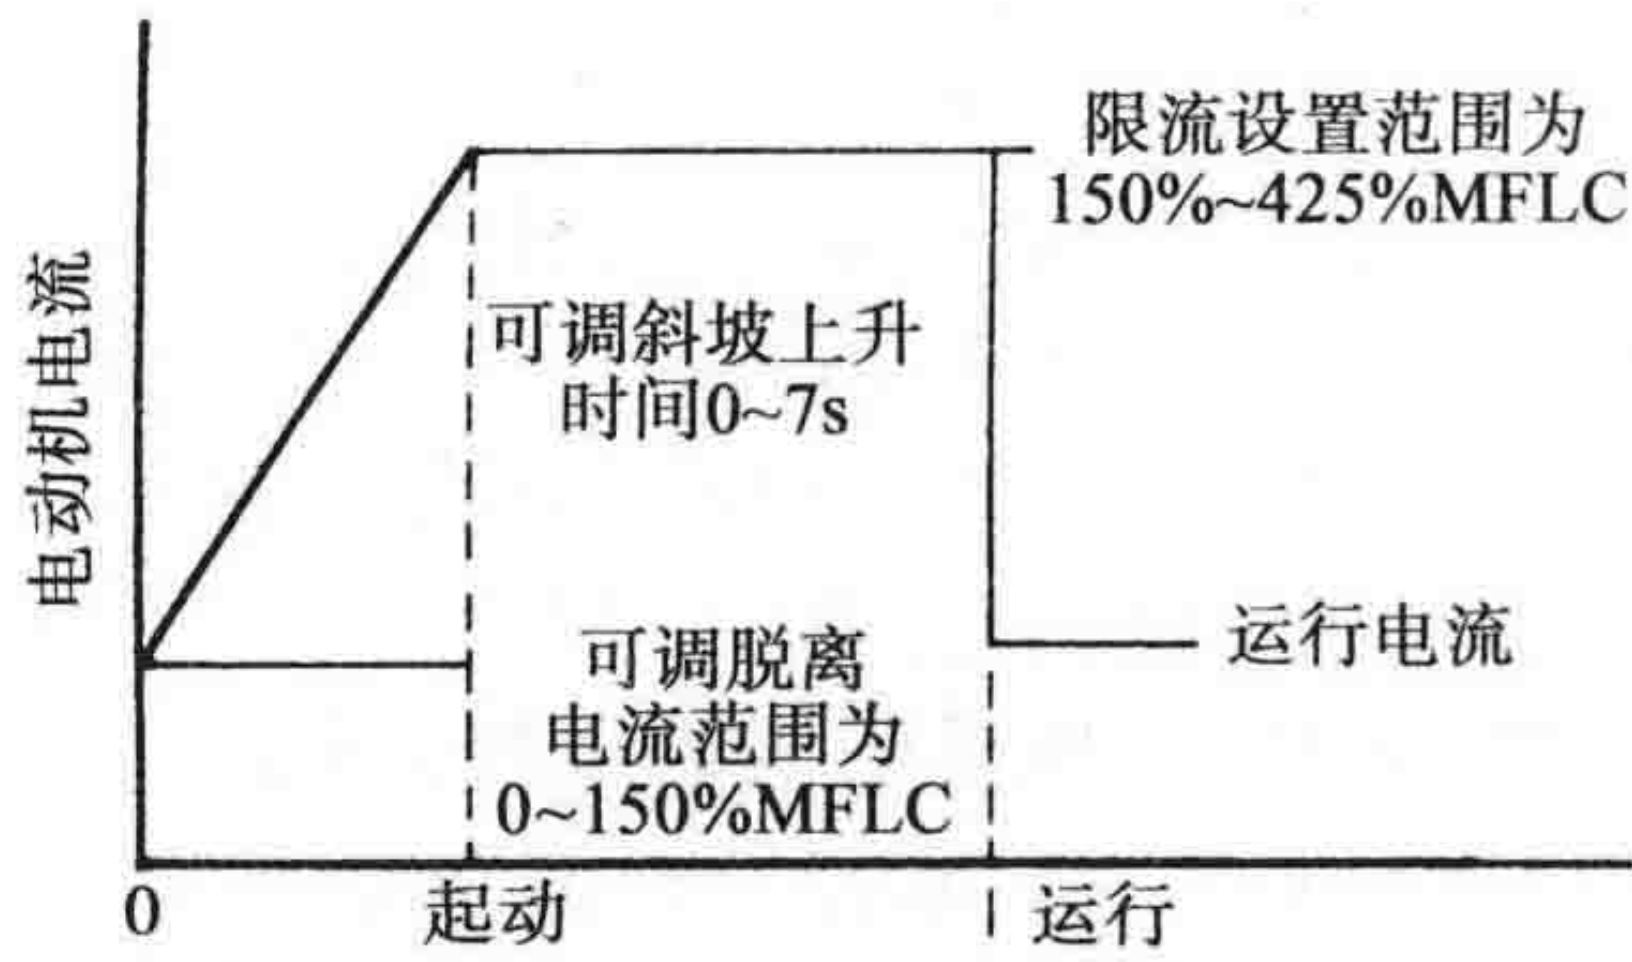

图 13-16 B-4D 模块 (Square D 产品)
**斜坡电流 (B-4D 模块)** 此选项在起动时给电动机提供一个脱离电流，然后线性地加大电流至限制电流。脱离电流可在满载电流 (MFLC) 的 0%~150% 内调节。电流斜坡上升时间可在 0~7s 内调节。此方法可对起动电流进行最大控制 (见图 13-16)。